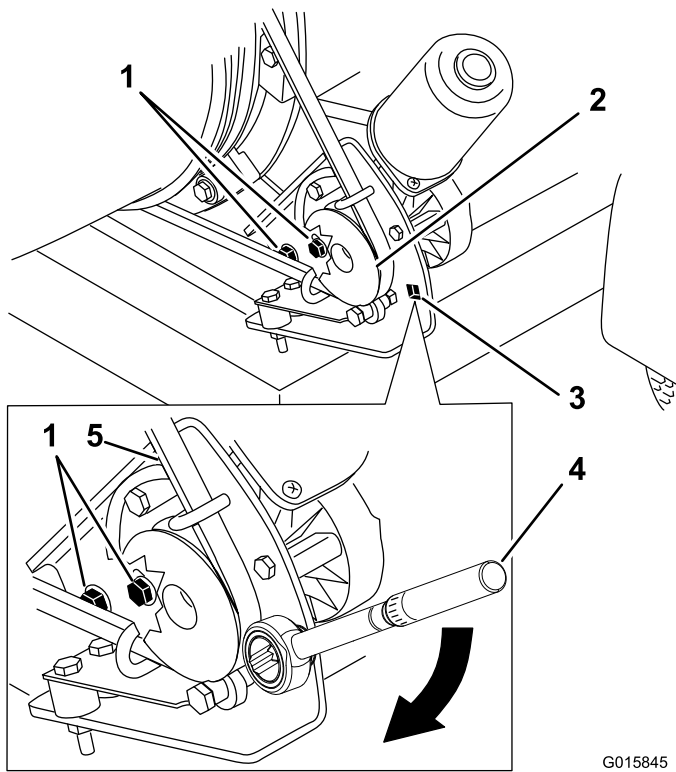

Figure 30
1. Desserrez les boulons qui fixent le support de la poulie au châssis du souffleur (Figure 30).
2. Placez une clé dynamométrique dans le support de poulie (Figure 30).
3. Faites pivoter le support de poulie et éloignez-le de l'embout jusqu'à ce que la clé dynamométrique indique 22,6 à 26 Nm (Figure 30).